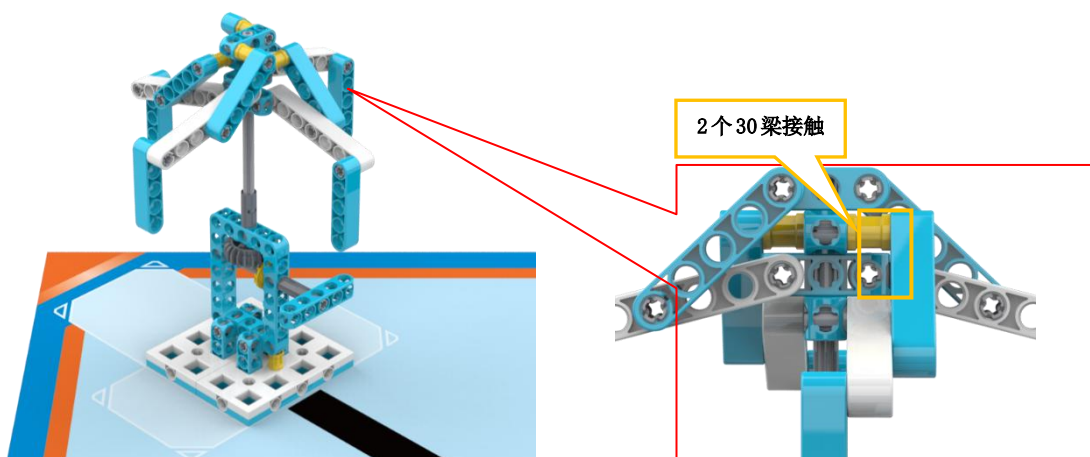

图 3 完成状态
3.1.2 得分标准：烟花绽放（2 个 30 梁接触），得 50 分，如图 3。